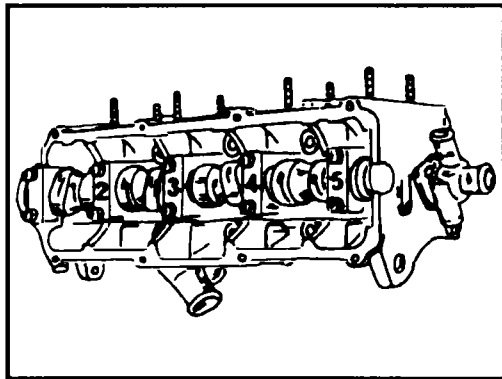

Рис. 2.25 Нумерация крышек распредвала
- ♦ Наложите крышки подшипников номер 1, 3, 5 (см. рис. 2.25) и от руки закрутите гайки. Так как крышки подшипников несимметричны, проверьте правильность их установки.